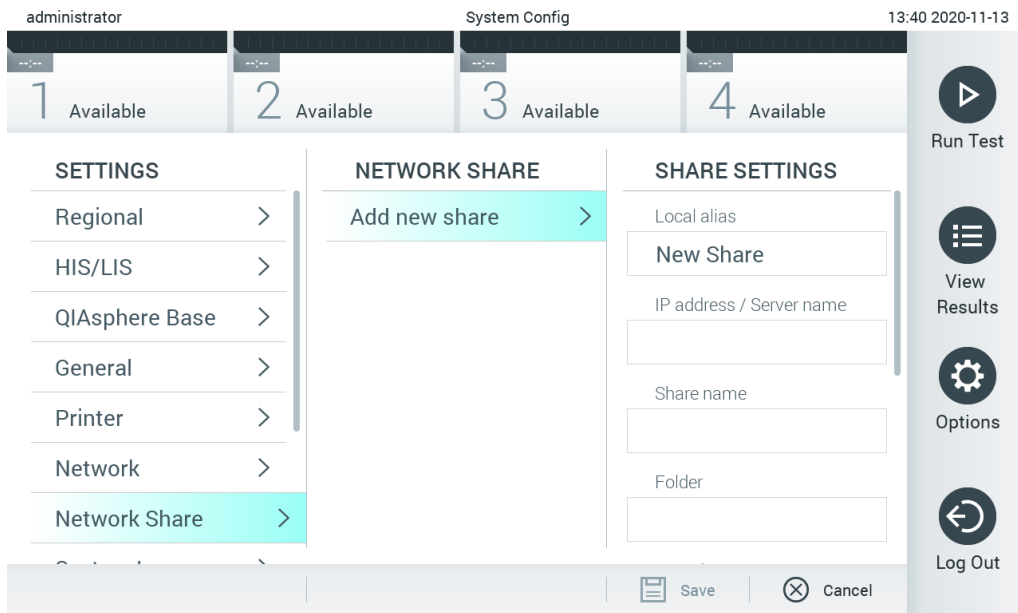

Рис. 69. Додавання мережної папки.
3. Натисніть кнопку Add new share (Додати новий спільний ресурс) (рис. 69).